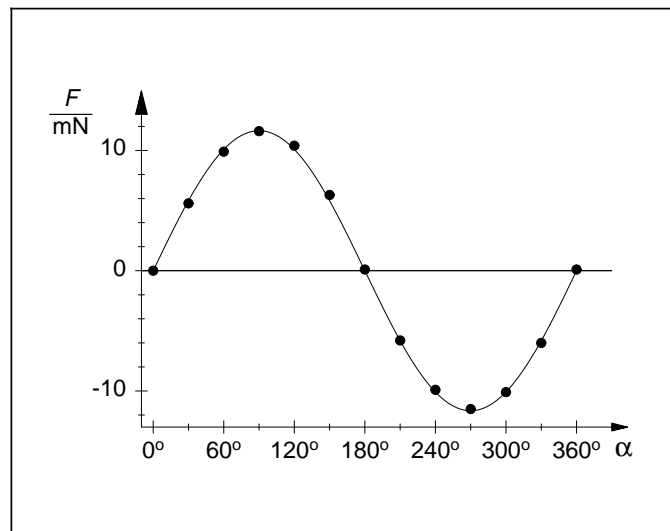

Fig. 5 Force F exercée sur un conducteur parcouru par un courant en fonction de l'angle α entre le champ magnétique et le sens du courant (cf. tab. 3)
Les valeurs mesurées à la fig. 5 sont à peu près bien alignées sur une courbe sinusoïdale, calculée conformément à l'équation (IV) avec un champ magnétique $B = 28,5 \text{ mT}$.